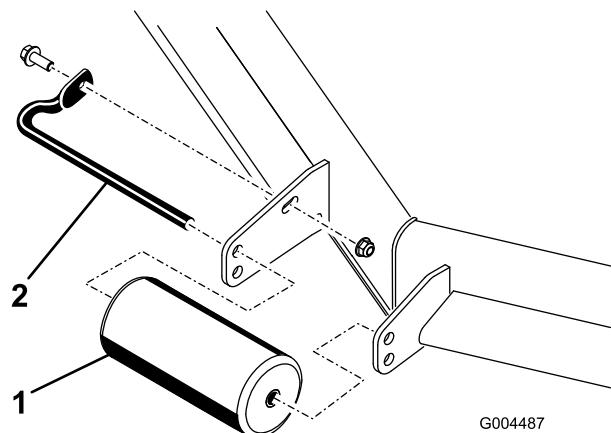

Figure 10
**Pour régler les galets avant** (Figure 10).